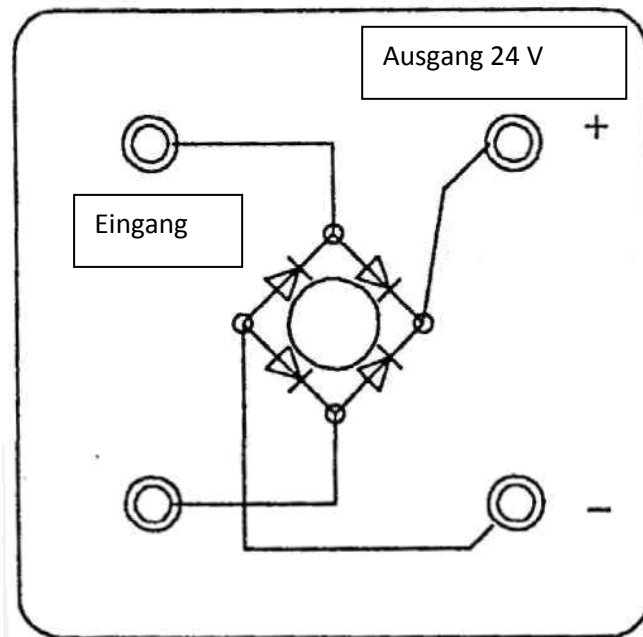

Fig.3 Modul Brückengleichrichter
1.2. MD04602: Modul Dioden in Brückenschaltung (Abb. 3)